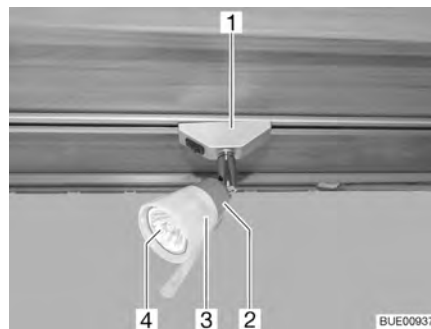

Fig. 210 Faretto alogeno (mobile)
- Ruotare il faretto alogeno (Fig. 210,1) di 90° e toglierlo dalla rotaia.
- Svitare il paralume (Fig. 210,3) in senso antiorario.
- Sfilare con attenzione il paralume con lampada alogena a incandescenza (Fig. 210,4) dal supporto (Fig. 210,2).